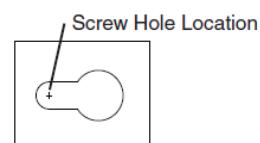

Figure 3
6. **Position the Fixture Housing (1) against** the mounting surface and with a pencil, mark the screw hole locations to be located at the narrow section of the keyholes. See Fig. 3.
- Coloque la caja de la luminaria contra** la superficie de montaje y con un lápiz, marque las localizaciones de los agujeros para los tornillos que serán ubicados en la sección angosta de los “keyholes”. **Vea Fig. 3.**
6. **Placer le boîtier de l'appareil sur la surface de montage** et à l'aide d'un crayon tracer l'emplacement des trous de vis sur la partie étroite des encoches en trou de serrure. **Voir la Fig. 3.**